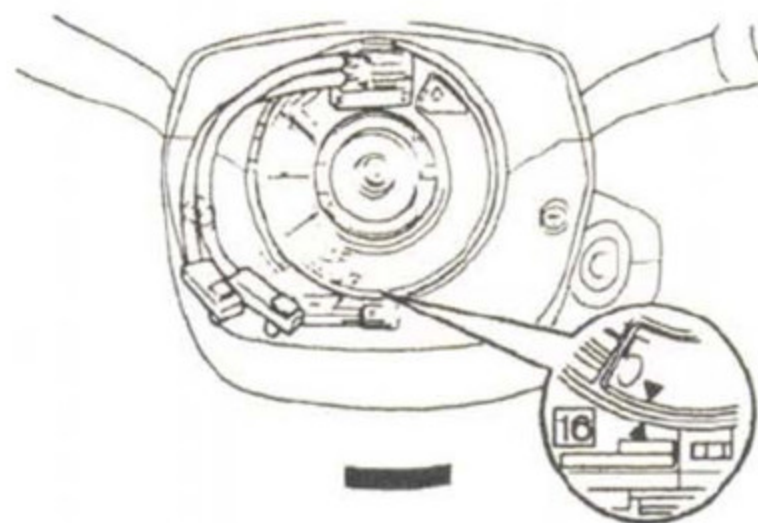

图17
(1) 检查点火开关位于 OFF 位置。
(2) 检查蓄电池负极端子断开。注意：在拆下端子 90s 后才可以进行操作。
(3) 用手逆时针放置电缆盘，直到变得难以旋转为止。
(4) 顺时针旋转电缆盘大约 2.5 圈，对齐标记，如图17 所示。注意：电缆盘可以绕中心左右双向旋转 2.5 圈。